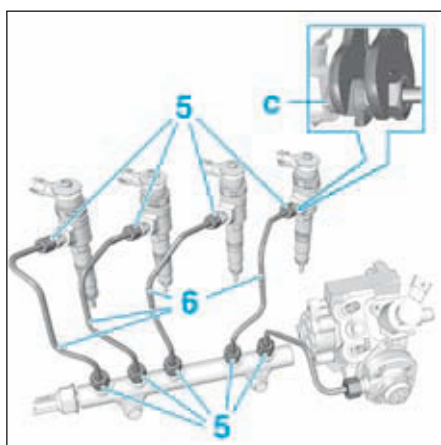

FIG.47
- Dévisser les raccords (5) (Fig.47).